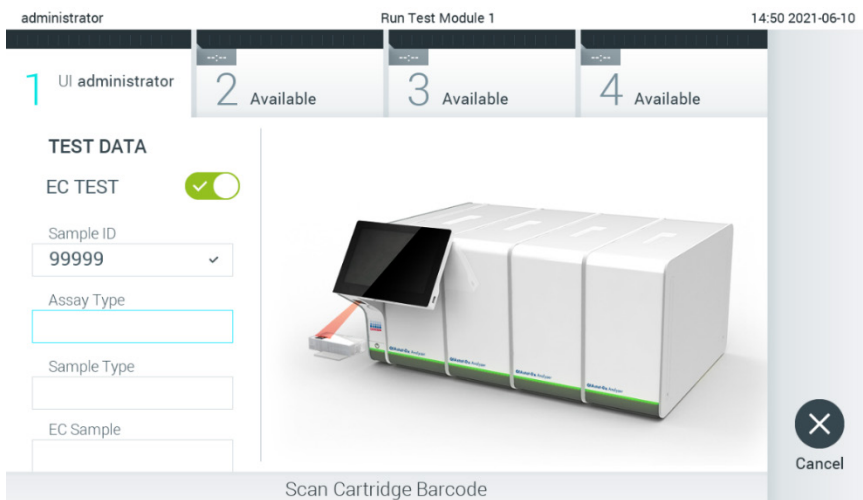

Рис. 90. Сканування штрих-коду картриджа для аналізу КВІАстат-ДКс (QIAstat-Dx).
4. Коли з'явиться запит, відскануйте штрих-код картриджа для аналізу КВІАстат-ДКс (QIAstat-Dx). Аналізатор КВІАстат-ДКс (QIAstat-Dx) 1.0 автоматично розпізнає аналіз, що виконуватиметься, за штрих-кодом картриджа для аналізу КВІАстат-ДКс (QIAstat-Dx) (рис. 90)